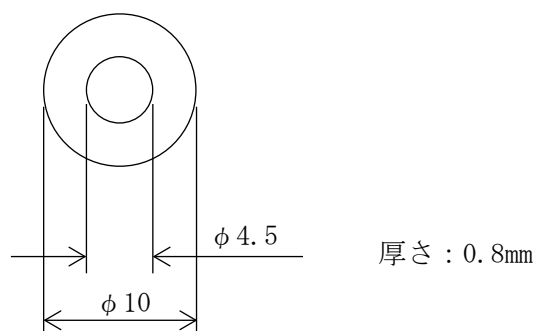

図 3-9 ワッシャー(M4 用)の寸法図
- ・ ワッシャー(M4 用) × 4 個 (図 3-9 参照。お客様にてご準備ください)